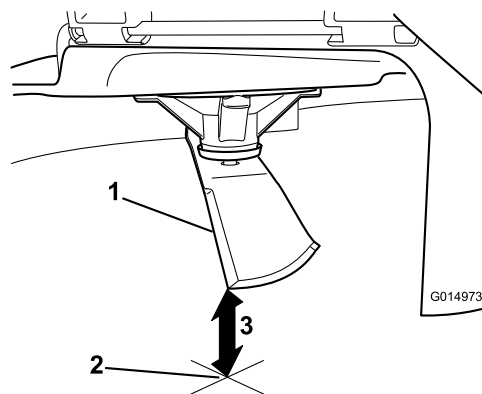

Figura 75
3. Misurate dalla punta della lama alla superficie piana (Figura 75).